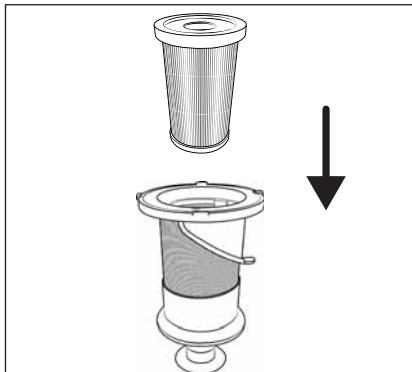

Fig. 24
① Remarque
- Ne tournez pas le filtre en acier inoxydable ⑥ lorsque vous l'insérez dans le bac à poussière ⑦. Aidez-vous des deux repères placés sur le filtre en acier inoxydable ⑥ et sur le bac à poussière ⑦ pour insérer correctement le filtre en acier inoxydable ⑥.
- 7) Insérez le filtre EPA ⑤ dans le filtre en acier inoxydable ⑥ (voir fig. 24).